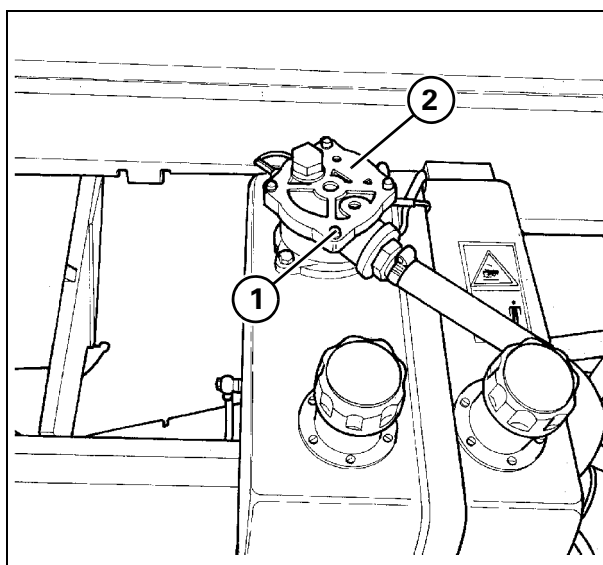

Рис. 62
**66.) Фильтр, вспомогательная гидравлическая система** Рис. 62